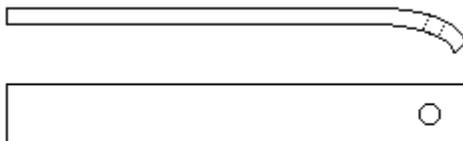

Figura 1
*Nota:* para lograr una buena terminación, es conveniente usar un accesorio de enroscar según se expresa en la figura 1.